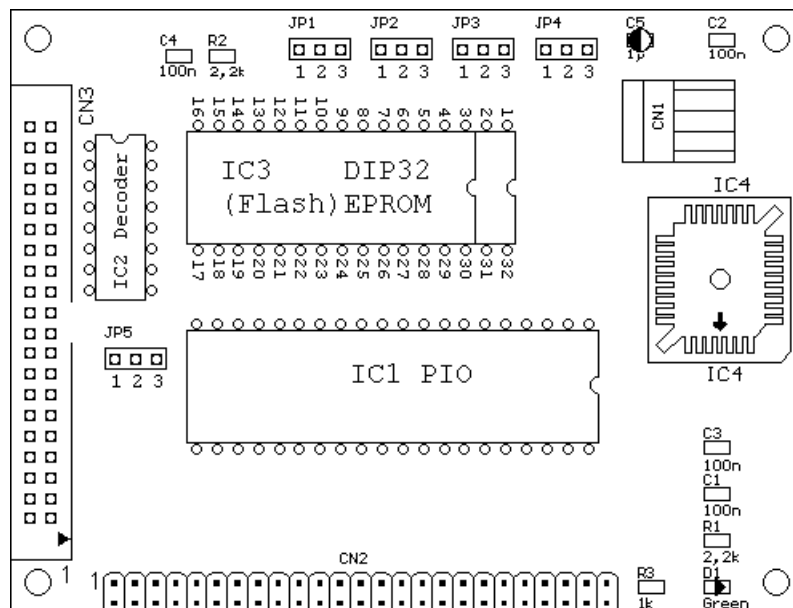

Abbildung 6 Layout des IDE-Flasher Rev. F
- Eine kleine Ausnahme bilden die 28poligen EPROMs. Vorher sind die Jumper JP1 auf 2-3 und JP3 auf 1-2 setzen! Die Abbildung 6 zeigt, dass diese EPROMs um 2 Pins nach links versetzt eingesetzt werden müssen. Bei den anderen Revisionen sind demnach sinngemäß die 2 ersten Pins freizuhalten.